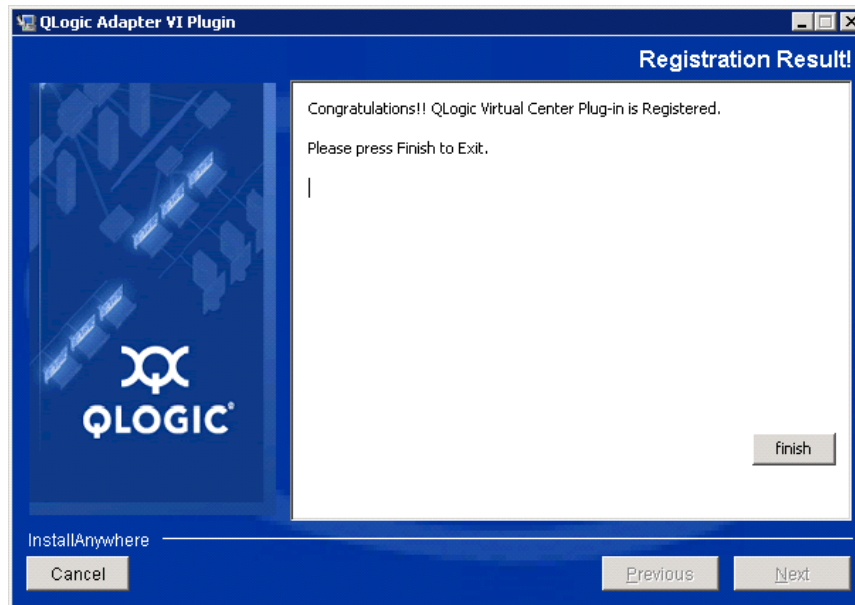

Abbildung 2-16. QLogic Adapter VI Plug-in Wizard: Registration Result (Registrierungsergebnis)
6. Wenn das Fenster „Registration Result“ (Registrierungsergebnis) (Abbildung 2-16) angezeigt wird, klicken Sie auf **Finish** (Fertig stellen), um es zu verlassen.